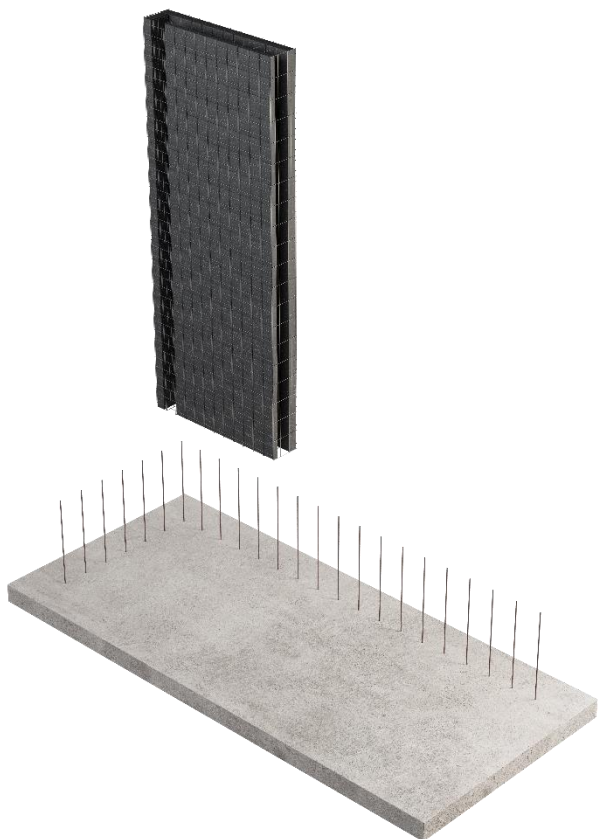

Figura 11 Instalar primero un módulo de esquina.
Paso 1: Instalar el primer módulo, comenzando por una esquina, según se muestra en la figura 11.